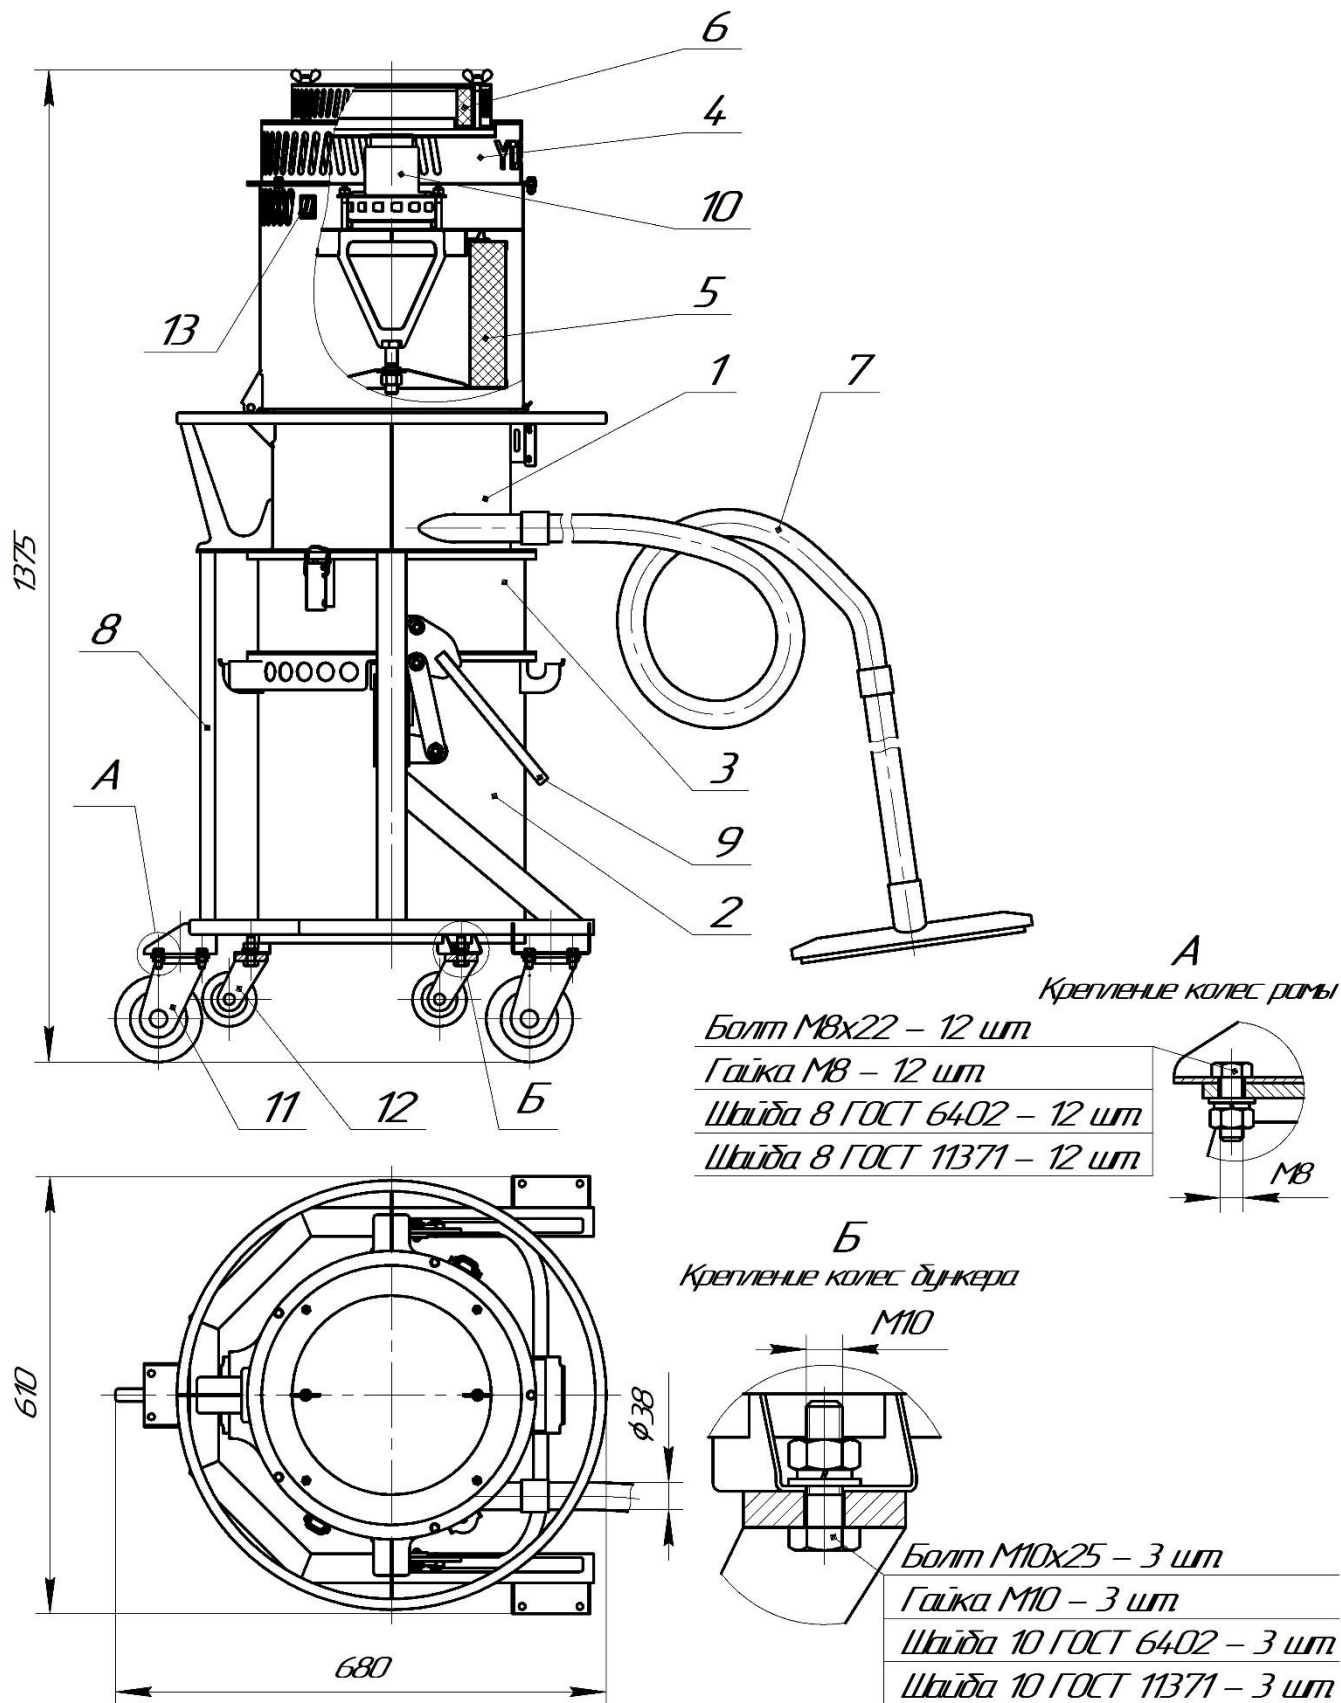

Рисунок 1 – Общий вид промышленного пылесоса ПП-Т2
2.1. Общий вид и габаритные размеры пылесоса ПП-Т2 приведены на рис.1.
3.1. Пылесос ПП-Т2 (рис.1) состоит из следующих составных частей: